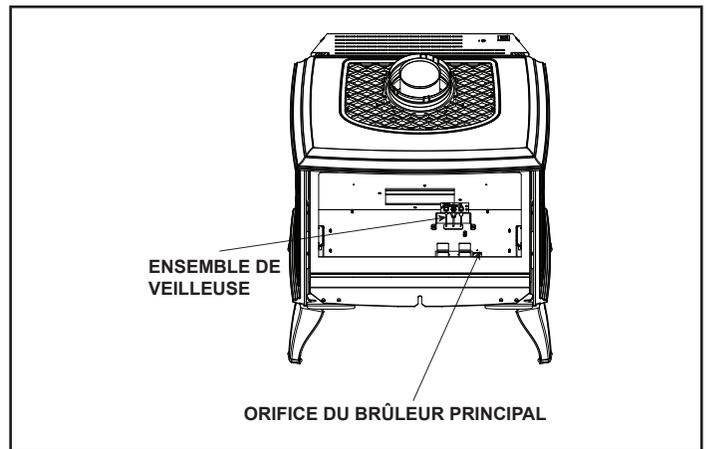

Figure 6.13
15. Grâce à la clé plate de 3/8 po, remplacez l'orifice principal du brûleur par celui inclus dans l'ensemble de conversion. Utilisez l'orifice approprié au type de gaz. Voir la Figure 6.13.